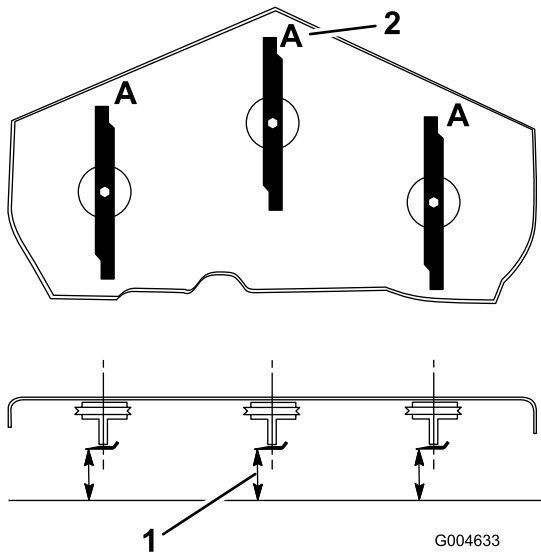

Figura 74
3. Gire las cuchillas hasta que los extremos estén orientados hacia adelante y hacia atrás (Figura 74). Mida desde una superficie nivelada hasta el filo de corte, posición **A**, de las cuchillas (Figura 74). Anote esta dimensión.